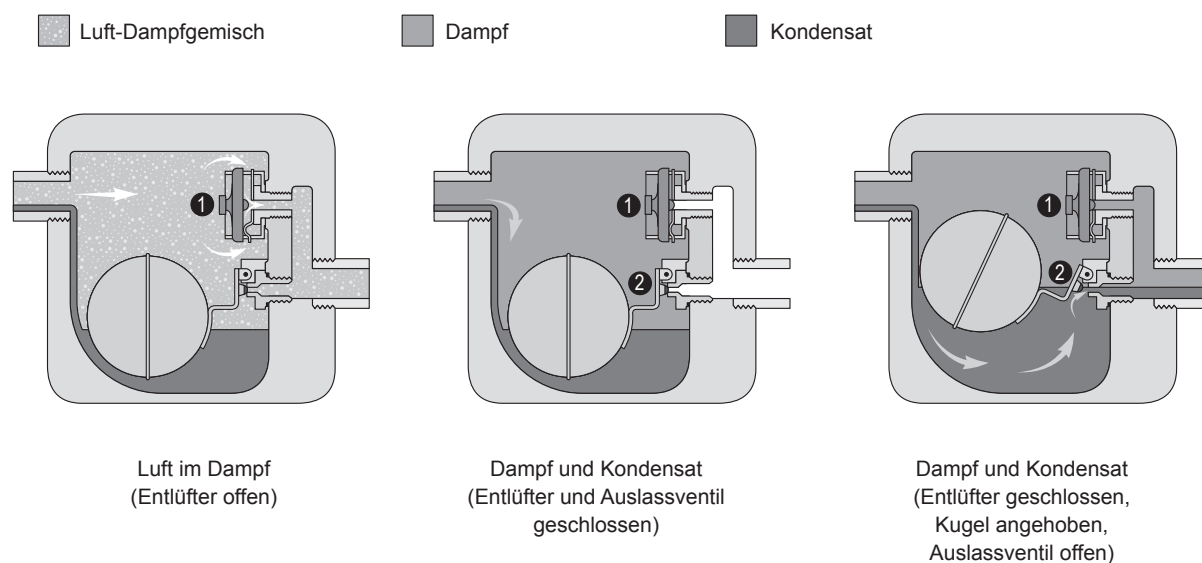

Abb. 19: Funktionsweise Kugelschwimmer Kondensatableiter
Der Kugelschwimmer ist ein mechanischer Ableiter, der mit der Auftriebskraft des Kondensates arbeitet. Befindet sich Luft im Dampf, wird die Sattdampftemperatur zum entsprechenden Druck nicht erreicht und das Thermo-Entlüfterelement (1) öffnet sich (siehe Abb. 19, links). Sobald die Luft aus dem Kugelschwimmer entwichen ist, steigt die Sattdampftemperatur und das Thermo-Entlüfterelement schliesst (siehe Abb. 19, mitte).
Das aus der Ventileinheit anfallende Kondensat sammelt sich im Schwimmergehäuse. Befindet sich kein oder nur wenig Kondensat im Schwimmergehäuse ist das Auslassventil (2) geschlossen, das über einen Hebel mit dem Kugelschwimmer verbunden ist (siehe Abb. 19, mitte). Steigt das Kondensatniveau an, wird der Kugelschwimmer angehoben, öffnet über den Hebel das Auslassventil und das Kondensat fließt ab (siehe Abb. 19, rechts).